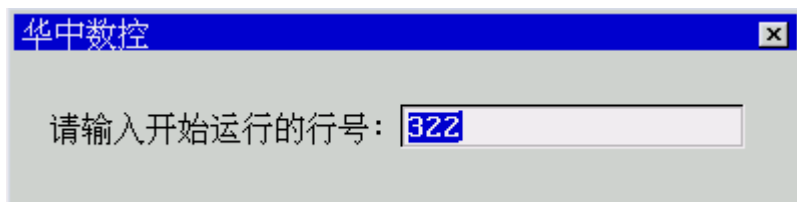

图 6.3.5 从指定行开始运行
- (3) 用 **▲**、**▼** 键选择“从指定行开始运行”选项，弹出如图 6.3.5 所示输入框；